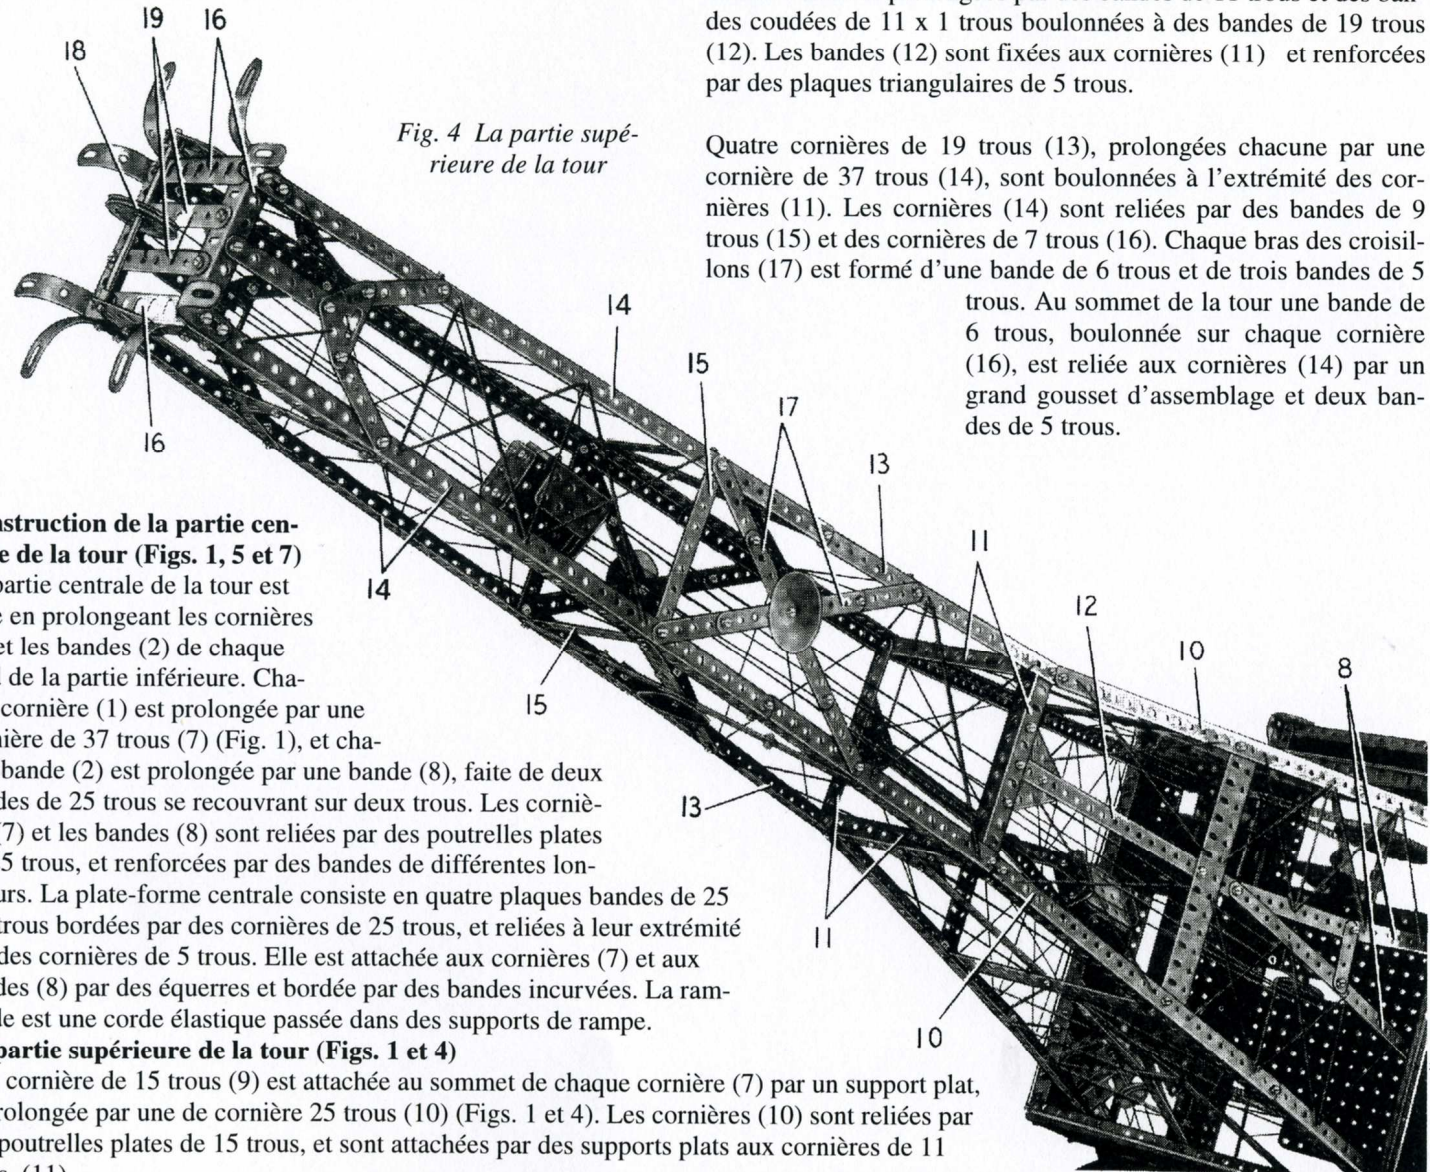
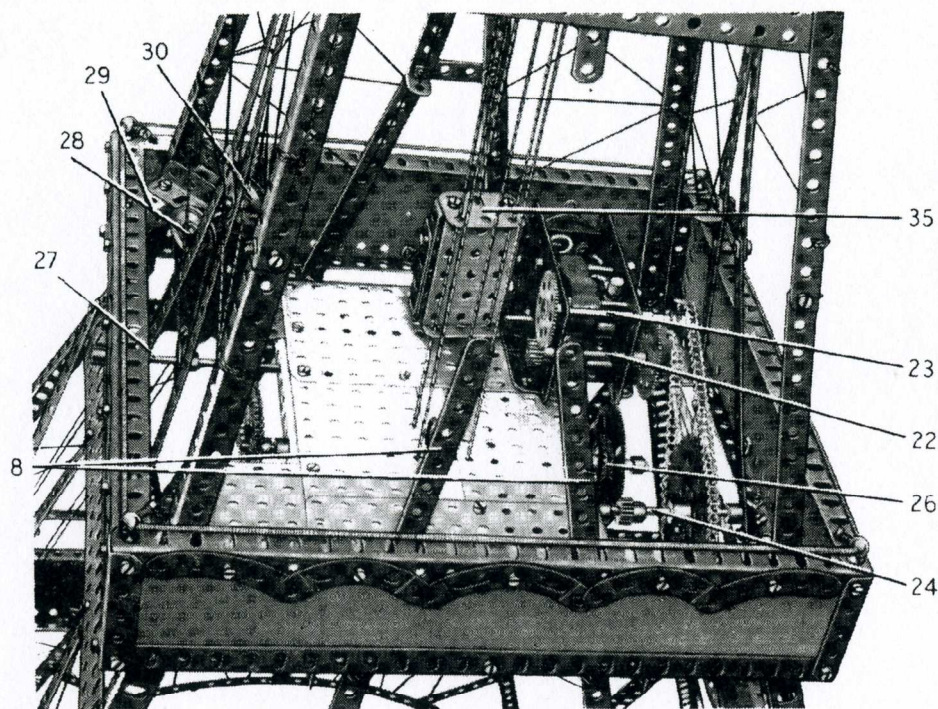
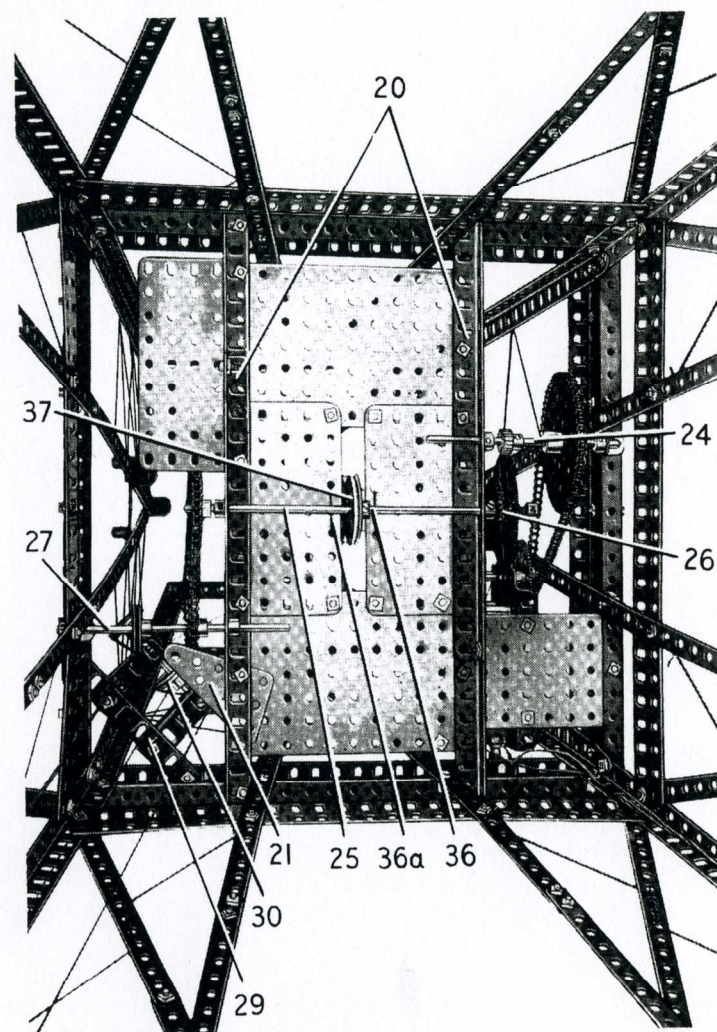

Fig. 4 La partie supérieure de la tour
Fig. 5
Fig. 6 La plate-forme centrale vue par en dessous.
extrémités, et les coins supérieurs des plaques flexibles sont reliés par des équerres à 135 degrés. La plate-forme est supportée par 8 bandes cintrées à glissières fixées aux cornières (16) (Fig. 4).
La plate-forme centrale et le mécanisme (Figs. 5, 6 et 7)
Deux cornières composées de 25 trous (20) (Fig. 6) sont boulonnées en dessous de la plate-forme centrale et supportent deux plaques sans rebord de 11 x 7 trous et quatre plaques de 9 x 5 trous, disposées comme le montrent les Figs. 5 et 6. Une plaque flexible triangulaire de 5 x 3 trous (21) est placée comme indiqué à l'un des angles de la plate-forme.
Un moteur électrique E20R est boulonné sur la plate-forme, et un pignon de 15 dents sur son arbre entraîne une roue dentée de 60 dents sur une tringle de 6 cm (22) (Fig. 5). Un pignon de 19 dents sur cette tringle entraîne une roue dentée de 57 dents sur une tringle de 9 cm (23), qui porte également une roue de chaîne de 14 dents. Celle-ci est reliée par une chaîne à une roue de chaîne de 56 dents sur une tringle (24) qui passe dans une des cornières (20) et dans une équerre boulonnées
Une roue de chaîne de 28 dents fixée sur la tringle (25) est reliée à une roue de chaîne de 14 dents fixée sur une tringle de 13 cm (27) (Fig. 6). Cette tringle passe dans une des cornières (20) et dans une équerre boulonnée sous la plate-forme. Une courroie relie une poulie de 25 mm fixée sur la tringle (27) à une poulie identique fixée sur une tringle de 6 cm (28) (Fig. 5). La tringle (28) est supportée par deux cornières de 4 trous boulonnées sur une cornière composée (29), constituée d'une cornière de
Chacun des deux ascenseurs qui opèrent entre la plate-forme centrale et le sommet de la tour est obtenu en boulonnant deux bandes coudées de 5 x 1 trous entre les rebords d'une plaque à rebords de 5 x 3 trous. Une équerre cornière est fixée à l'une des bandes coudées, et une poutrelle plate de 3 trous (35) (Fig. 5) est boulonnée à chaque rebord de la plaque à rebords. La corde servant de guide aux ascen-
seurs est attachée à l'une des bandes (19) (Fig. 4), passée dans les poutrelles plates (35) d'un des ascenseurs, et dans le plancher de la plate-forme centrale en (36) (Fig. 6). La corde passe ensuite dans les poutrelles plates (35) du deuxième ascenseur, puis dans un trou de chacune des bandes (19) avant de passer de nouveau dans les poutrelles plates du deuxième ascenseur. La corde repasse dans le plancher de la plate-forme centrale en (36a) (Fig. 6), puis dans les poutrelles plates du premier ascenseur, avant d'être finalement attachée à l'une des bandes (19).
La corde actionnant les deux ascenseurs est attachée à la boucle supérieure d'un ressort de traction placé dans l'un des ascenseurs. Elle passe ensuite à travers la poutrelle plate de 3 trous supérieure de l'ascenseur, sur la poulie (18), et à travers la poutrelle plate de 3 trous supérieure du deuxième ascenseur, où elle est attachée à la boucle supérieure d'un autre ressort de traction. Une corde attachée à la boucle inférieure de ce ressort passe dans la poutrelle plate de 3 trous inférieure, autour d'une poulie de 38 mm (37) (Fig. 6) sur la tringle (25), à travers la poutrelle plate de 3 trous inférieure du premier ascenseur, pour être finalement attachée à la boucle inférieure du ressort de traction placé dans cet ascenseur.